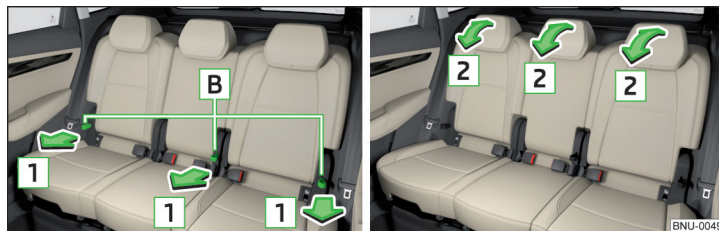

Fig. 81 Reglarea înclinării spătarului
▶ Trageți curelușa **B** în sensul săgeții **1** » fig. 81 și apăsați spătarul scaunului în sensul săgeții **2**. Elementul de blocare trebuie să se fixeze cu un declic.